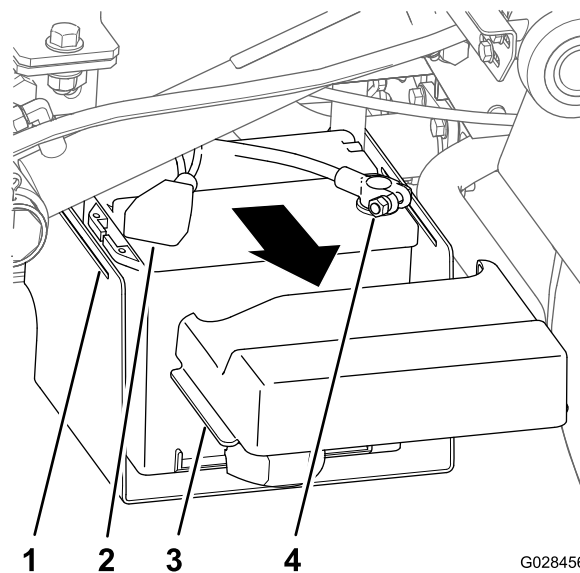

Figura 22
1. Stringete i lati del coperchio della batteria per liberare le linguette dalle fessure nella cassetta della batteria, quindi rimuovete il coperchio della batteria dalla cassetta della batteria stessa (Figura 22).
2. Fate scivolare il cappuccio all'indietro e scollegate il morsetto negativo dalla batteria (Figura 22).
3. Scollegate il morsetto positivo dalla batteria (Figura 22).